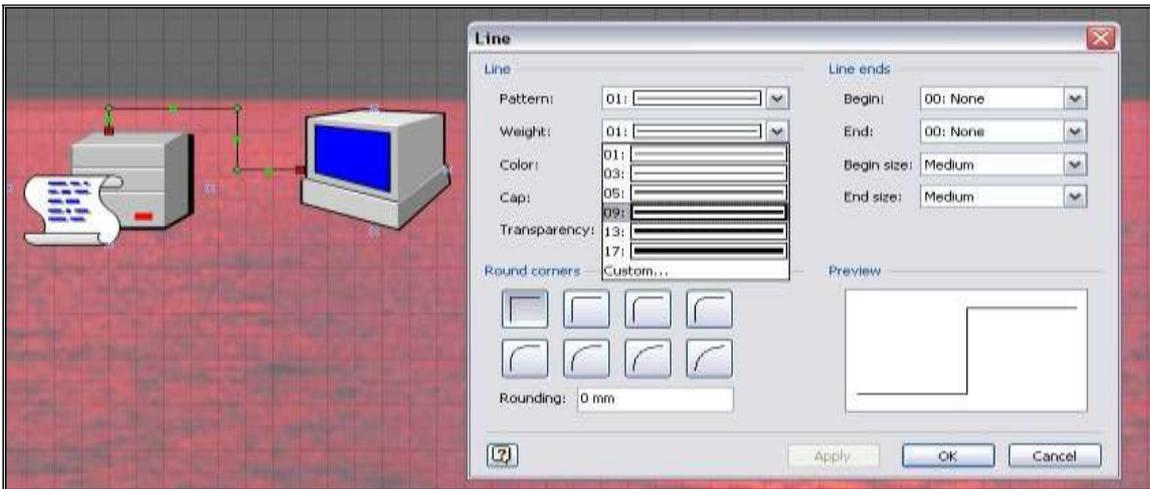

Рис. 61. Диалоговое окно **Line**
17. В диалоговом окне **Line** (рис. 61) выбрать толщину линии (например,  $\text{weight} = 09$ ), цвет, форму.